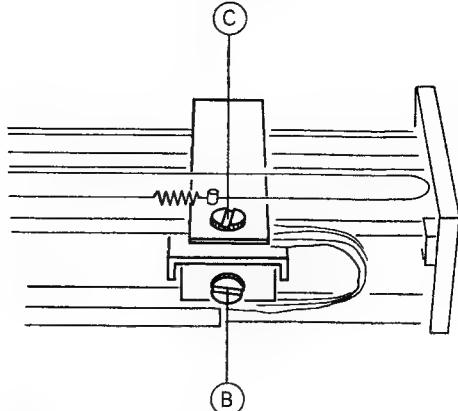

Fig. 4.4
Die Arbeitshöhe lässt sich mit der Schraube (C) justieren (Fig. 4.4). Die Nadelspitze darf den inneren Wulst der Gummiauflage knapp berühren. Über einen Audio-Kanal kann die Absenk Tiefe akustisch kontrolliert werden.
The free vertical movement of the tonearm can be adjusted with screw (C) (fig. 4.4). In the lowest position the stylus tip should barely touch the innermost ridge of the turntable mat. This can be checked acoustically through a live audio channel.
La hauteur se règle au moyen de la vis (C) (fig. 4.4). La pointe de lecture doit seulement effleurer le bord intérieur du disque en caoutchouc. On contrôle acoustiquement la descente à l'aide d'un canal audio.
Das Einstellen der Auflagekraft erfolgt durch Verstellen der Schlitzschraube (B) (Fig. 4.4). Bei schweren Tonabnehmern > 6 p (60 mN) muss das Gegengewicht aus Blei montiert werden. Mit einem Waagestreifen ist eine Auflagekraft von 12,5 mN (1,25 p) einzustellen.
Tracking force may be adjusted by means of screw (B) (fig. 4.4). Use a suitable cartridge balance (for example as supplied with the installation kit 50790) to adjust for a tracking force of 12.5 mN (1.25 grams). For cartridges with a weight (mass) higher than 6 grams, the lead counterweight must be installed.
La force d'appui se règle au moyen de la vis à tête fendue (B) (fig. 4.4); pour les phonocapteurs de poids plus élevé, la plaque de plomb doit être en place. Au moyen d'une balance, réglez la force d'appui à 12,5 mN (1,25 p).